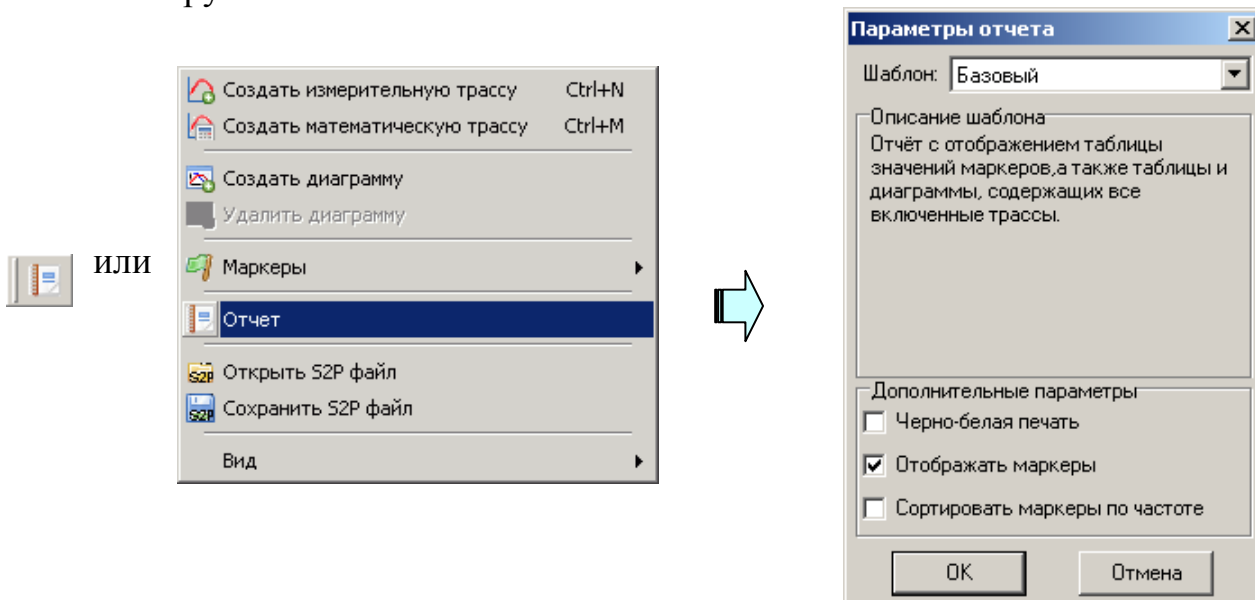

Рисунок 3.30 – Создание отчёта
**Чтобы сохранить S2P- или S1P-файл**, следует выбрать пункт "Сохранить S2P файл" в контекстном меню диаграммы (рисунок 3.30). В выбранный текстовый файл с расширением s2p сохраняются частота, модуль (в логарифмическом масштабе) и фаза (в градусах) параметров рассеяния S11, S21, S12, S22. В отличие от сохранения трассы, в S2P-файл записываются значения с выходов "Измерений", т.е. до преобразования к некоторому формату отображения и до каких-либо функциональных преобразований над трассами. "Измерения" для записи в качестве того или иного S-параметра выбираются автоматически. Если при сохранении S2P-файла некоторые S-параметры отсутствуют, то вместо них записываются значения (-200 дБ, 0°). Если для некоторых S-параметров найдётся несколько подходящих "Измерений", пользователю будет предложено выбрать.